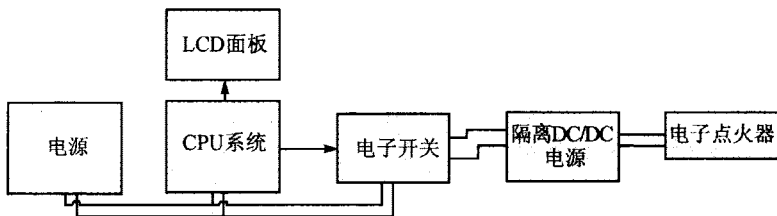

图 10.7
- 按照图 10.7 所示,将电子点火器的电源用 DC/DC 隔离电源,隔离开来。死机的概率大幅度下降,但还是会有死机的可能。可靠性还是一个问题。